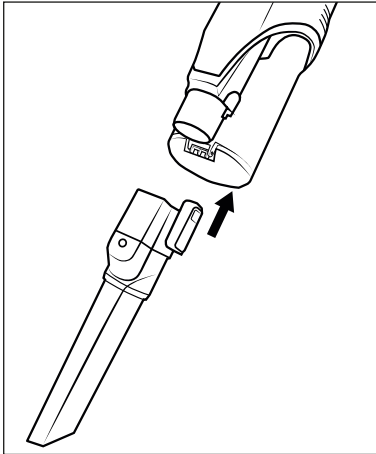

Fig. 14
- ◆ Sæt tilbehøret på sugerøret **24** eller produktets sugeåbning, indtil det klikker hørbart på plads (se fig. 14). Vær opmærksom på, at låsen har den rigtige stilling.